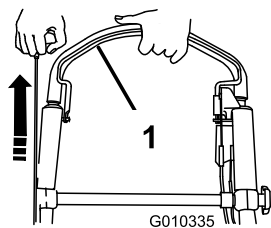

Figura 16
2. Tenete la barra di comando della lama premuta contro la stegola e tirate l'avviatore autoavvolgente (Figura 16).